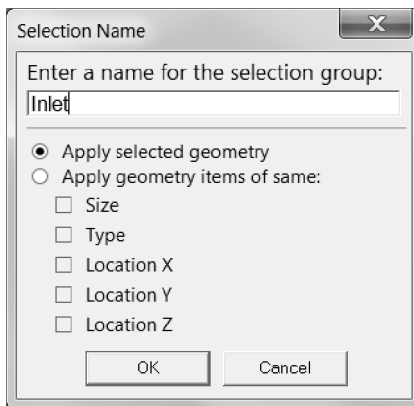

Рис. 3.22
3) Появится окно Selection Name, рис. 3.22, в которое следует ввести Inlet. Нажать ОК. Подобную операцию проделать со всеми границами, вводя соответствующие имена.